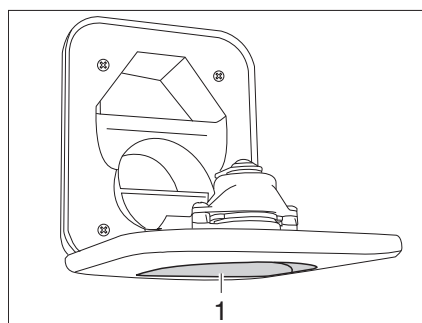

Fig. 233 Tubo de llenado de agua potable para el inodoro
- Abrir el tubo de llenado de agua potable para el inodoro (Fig. 233,1) encima de la trampilla para el cassette Thetford y girarlo hacia abajo.